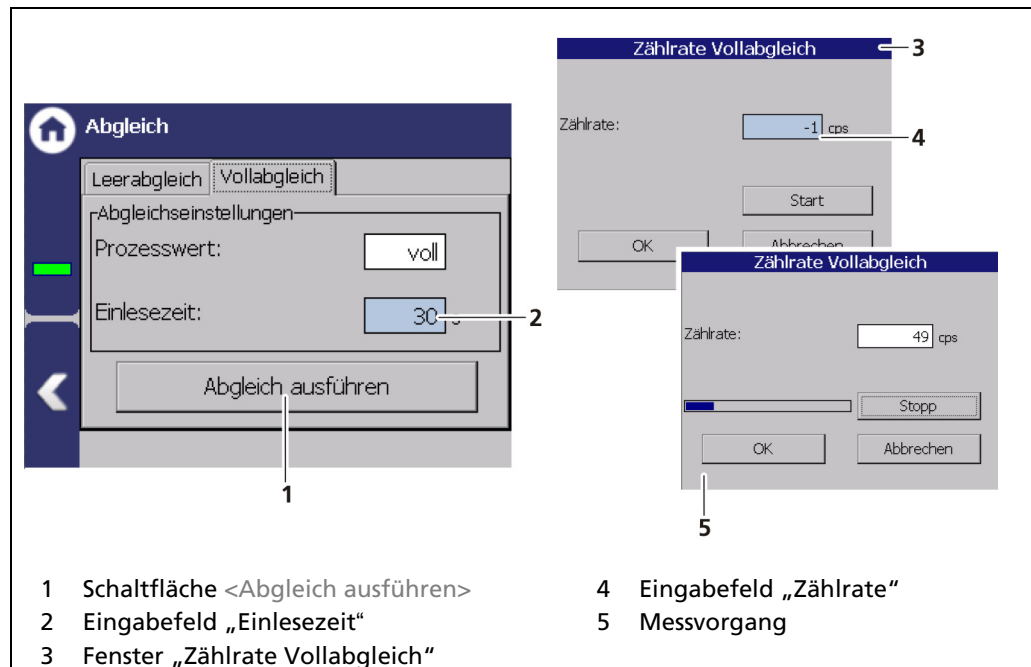

Abb. 72 Vollabgleich
1. Klicken Sie auf das Feld „Messzeit“ (Abb. 72, Pos. 2) und geben Sie die Dauer der Messung in Sekunden an. Je höher Sie die Messzeit einstellen, umso genauer fällt das Ergebnis aus.
2. Klicken Sie auf die Schaltfläche <Abgleich ausführen> (Abb. 72, Pos. 1).
- Das Fenster „Zählrate Leerabgleich“ (Abb. 72, Pos. 3) öffnet sich.
- Der Messvorgang (Abb. 72, Pos. 5) startet.